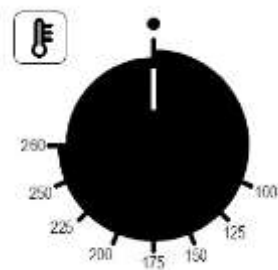

Fig. 2
**Programmazione temperatura di cottura** - Ruotare la manopola del termostato di regolazione (Fig. 2) in corrispondenza della temperatura scelta per la cottura.